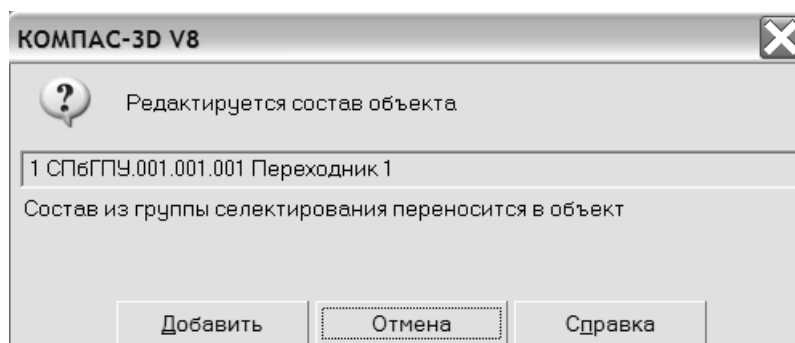

Рис. 10.12 Сообщение о редактировании состава объекта
- на экране появится сообщение о редактировании состава объекта (рис. 10.12). Нажмите кнопку **Добавить**;